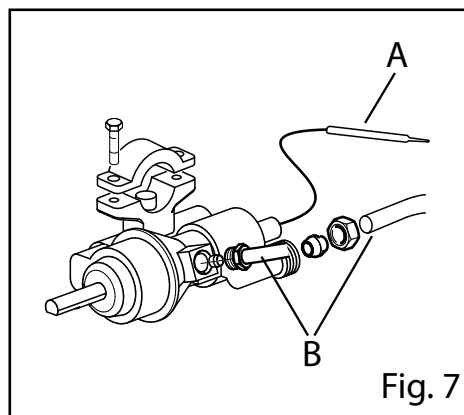

Fig. 7
- Retirer le bulbe du support (par ex. Fig. 7/A)
- Dévisser les raccords entrée et sortie du gaz (par ex. Fig. 7/B)